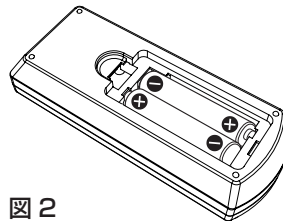

図 2
- 2) 電池を入れ、ふたを閉じる（ 側から先に入れます）（図 2）